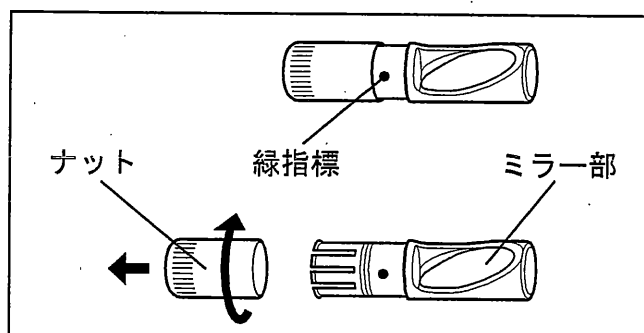

図 3.14
2. スコープ先端部側面及び側視ミラーアダプター固定みぞおよび側視ミラーアダプターの接続内径及びねじ部（図 3.14 参照）に異常な変形や異物がないかどうかを点検します。
1. 側視ミラーアダプターをスコープ先端部に差し込む際は、ナットの位置を緑指標が完全に見えている状態にします（図 3.14 参照）
- 緑指標が完全に見えている状態から、さらにナットを緩めるとナットがミラー部から外れます。ナットを取り外すと、ナットを紛失したり、ツメの部分に変形するおそれがあります。側視ミラーアダプター内部をクリーニングする時以外は、ナットを取り外さないでください（図 3.14 参照）。